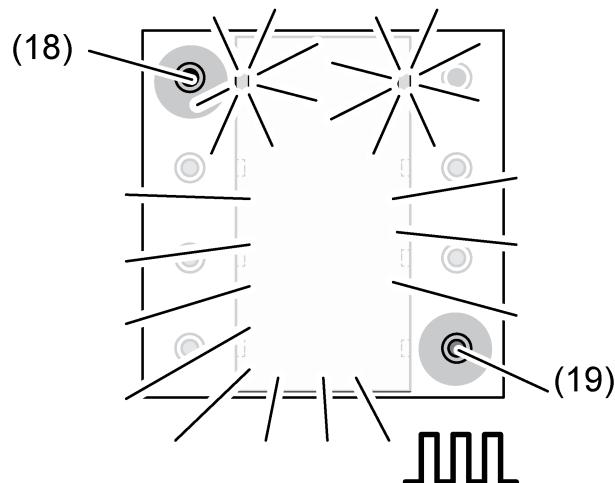

Bild 6: Betätigungs punkte zur Aktivierung des Programmiermodus
- Programmiermodus aktivieren. Dazu am Stetigregler-Modul den Betätigungs punkt oben links (18) drücken und gedrückt halten (Bild 6). Dann zweiten Betätigungs punkt unten rechts (19) drücken.